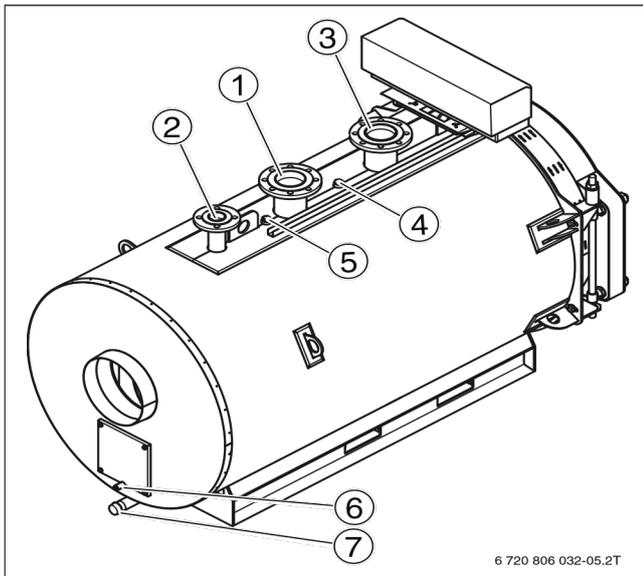
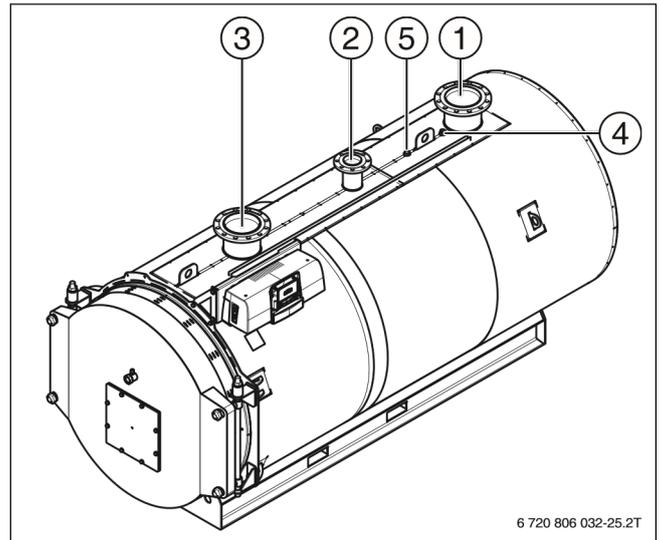

Рисунок 14 Котёл SK120 - 820 кВт (слева = задняя сторона котла)
Рисунок 15 Котёл SK 1040 - 1850 кВт (слева = передняя сторона котла)
- Подсоедините обратную линию системы отопления к месту её подключения на котле (→Рисунок 14, стр. 23 и Рисунок 15, стр. 23, [3]).
- Подсоедините подающую линию системы отопления к месту её подключения на отопительном котле (→Рисунок 14, стр. 23 и Рисунок 15, стр. 23, [1]).
- Закрепите предохранительный клапан четырьмя болтами на подключении подающей предохранительной линии VSL (→ Рисунок 14 и Рисунок 15[2]).
Точка замеров находится сверху на корпусе котла (→Рисунок 14, стр. 23 и Рисунок 15, стр. 23)